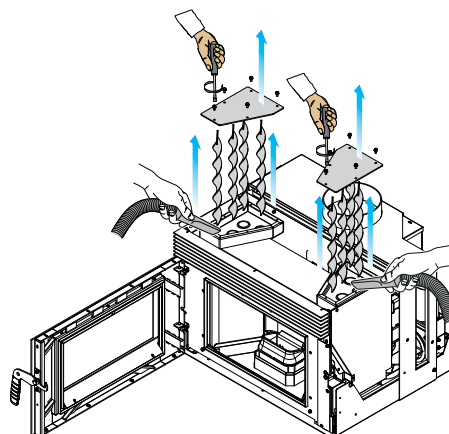

fig. 7.16
- D) Retirer les bouchons supérieurs de la chaudière et aspirer la cendre résiduelle (fig. 7.16).